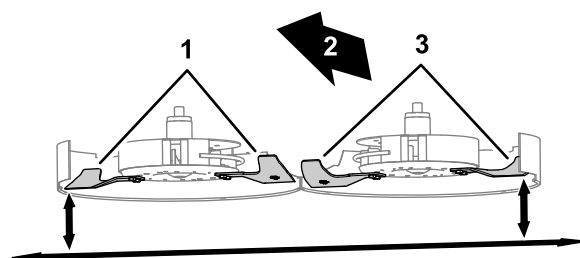

図 122
4. ゲージブロックを使って、各ブレードの一番外側のエッジから床面までの高さを測る 図 122。
5. 機体の反対側のウイングブレードを一番外側の位置に出す 図 122。
6. ゲージブロックを使って、各ブレードの一番外側のエッジから床面までの高さを測る 図 122。
8. 刃の一番外側のエッジから平らな床面までの距離を測る 図 122。